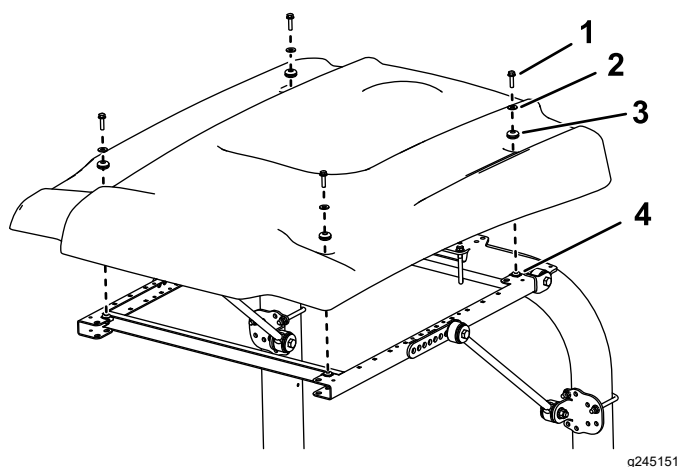

Figura 46
9. Ao alinhar os furos de montagem, posicione o toldo na estrutura como se mostra na Figura 46.
10. Monte, sem apertar completamente, cada canto do toldo na estrutura com um parafuso de cabeça flangeada (5/16 pol. x 1¼ pol.), uma anilha pequena e um olhal (Figura 46).